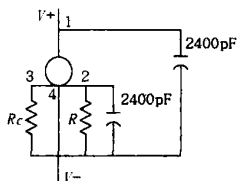

图10 4DH1 连接方式
3.2 图 10~图 13 分别给出各种型号恒流管的连接方式。
3.3 根据所选恒流管型号, 参照图 10~图 13 所示连接方式接受外接电阻  $R$ 、 $R_c$ (对 4DH 型)或外接电阻  $R$ (对 3CR 型), 其中  $R_c$ 、 $R$  的阻值按所选恒流管型号由以下方法决定: